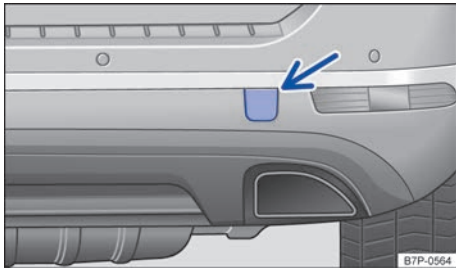

Fig. 258 En el lado derecho del paragolpes trasero: tapa del alojamiento de la argolla de remolque.
El alojamiento de la argolla de remolque enroscable se encuentra en el lado derecho del paragolpes trasero detrás de una tapa → **fig. 258** . En los vehículos con dispositivo de remolque montado de fábrica, detrás de la tapa **no** hay ningún alojamiento para la argolla de remolque enroscable. En este caso hay que extraer o montar el enganche de bola y utilizarlo para el remolcado → **pág. 314** → .
- Presione sobre la zona inferior de la tapa → **fig. 258**  (flecha) para desencastar esta.